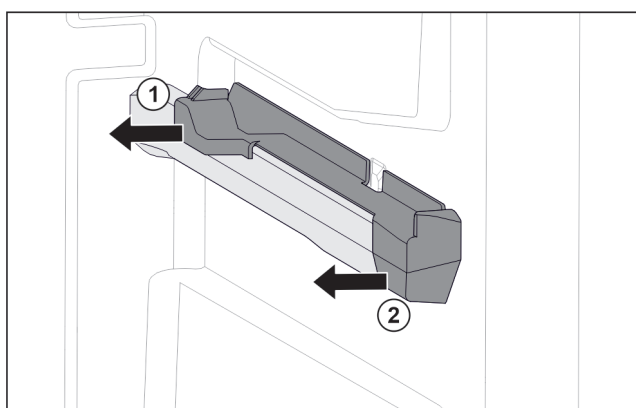

Fig. 26 Élément emboîtable sur la nervure de récipient droite
- ▶ Le retirer sur le côté par l'arrière. Fig. 26 (1)
- ▶ Le retirer sur le côté par l'avant. Fig. 26 (2)